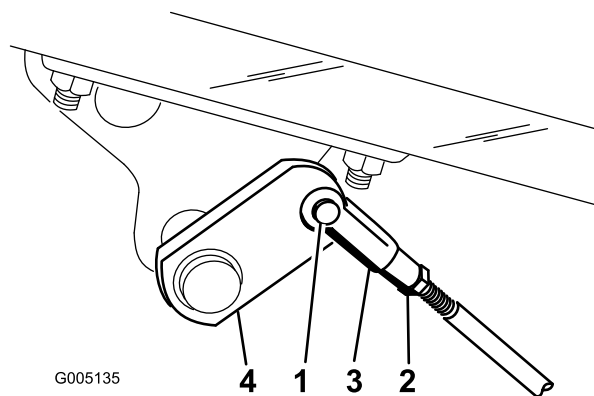

Figura 41
2. Se os travões não bloquearem da mesma forma, desligue as barras dos travões retirando o contrapino e o pino de segurança (Figura 41).
3. Desaperte a porca de bloqueio e ajuste o pino de segurança em conformidade (Figura 41).
4. Monte o pino de segurança ao veio do travão (Figura 41).